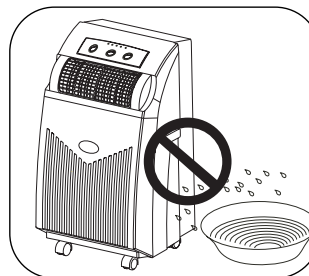

FIG.3
- DO NOT USE IN WET ENVIRONMENTS (FIG 3).